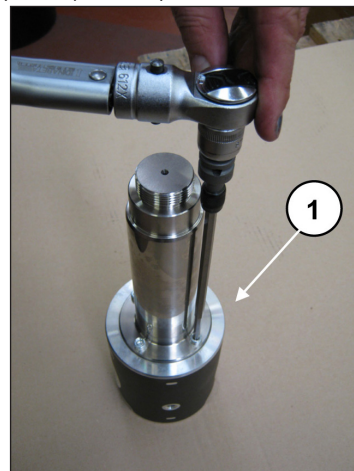

Abb. 43
Drehen Sie zum Trennen der Stange von der Pleuelstange die Zylinderkopfschrauben M6 mit dem entsprechenden Schlüssel ab (Pos. ①, Abb. 43).